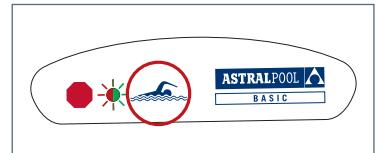

fig.3 - zona de activación Basic™
- pase la llave magnética sobre el símbolo del bañista (fig. 3) de la central de detección y manténgala hasta que Remota™ emita un bip largo y muestre en pantalla un código “ID: XXXX – XXXX” (los X corresponden a cifras y letras).